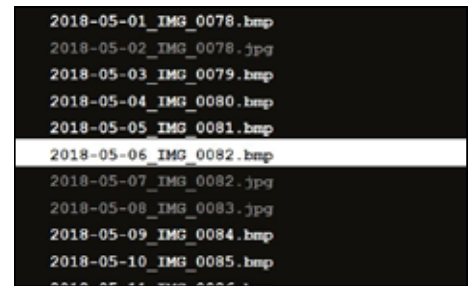

Fig. 21
- ⇒ Seleccionar o pen-drive USB no menu principal Split Screen (Fig. 20) ou no submenu Split Screen (Fig. 21).
- ⇒ No submenu Split Screen (Fig. 21), seleccionar o item screen shot.